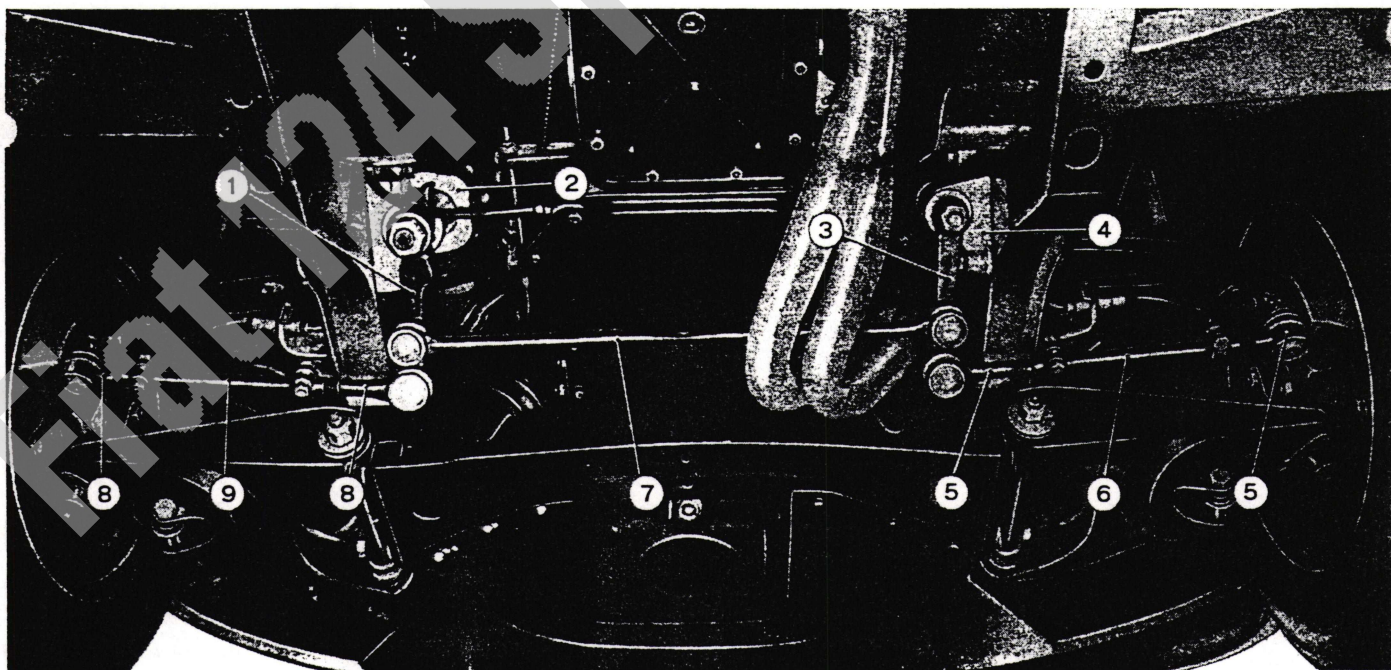

Abb. 52. - Ansicht des am Fahrzeug montierten Lenkgestänges.
Der Lenkstockhebel, der an der Lenkrollenwelle befestigt ist, betätigt eine Lenkspurstange (7, Abb. 52), welche am gegenüberliegenden Ende am Hebel 3 befestigt ist.
Die seitlichen Spurstangen sind aussen durch Kugellagen mit den Spurstangenhebeln verbunden, und innen einmal am Lenkstockhebel (8, Abb. 52) und auf der anderen Seite (5) am Lenkzwischenhebel (3), der gleichzeitig als ein hydraulischer Stossdämpfer ausgebildet ist. Der hydraulische Stossdämpfer (4, Abb. 50), der am rechten Längsträger im Motorraum befestigt ist, genau gegenüber dem Lenkgehäuse, absorbiert die Schwingungen, die sich schädlich auf das Lenksystem auswirken würden.
Die beiden seitlichen Spurstangen sind versehen mit Einstellmuffen (9 und 6, Abb. 52) zur Einstellung der Vorspur der Vorderräder.